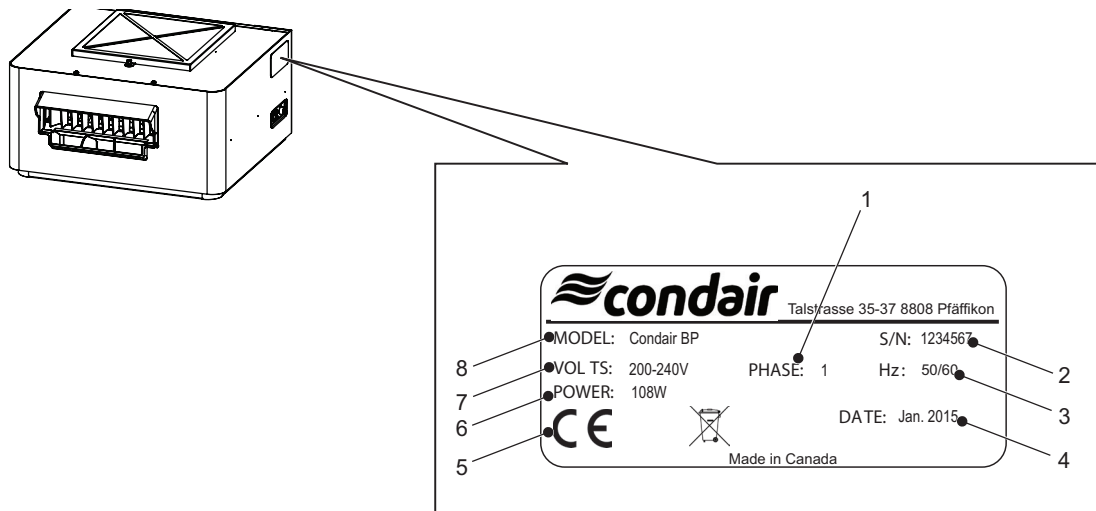

Figure 2 : Plaque signalétique de l'unité de ventilation Condaïr
- Vérifier que le type de modèle sur la plaque signalétique correspond à votre installation. Consulter la Figure 2 à la page 11.
La plaque signalétique située sur le côté de l'unité de ventilation indique le type de modèle, le numéro de série et d'autres détails afférents. Consulter la Figure 2.
- La tension et la phase disponibles de l'alimentation en courant électrique doivent correspondre aux réquisitions de l'unité de ventilation, comme indiqué sur la plaque signalétique. Référez-vous à la Figure 2 à la page 11.